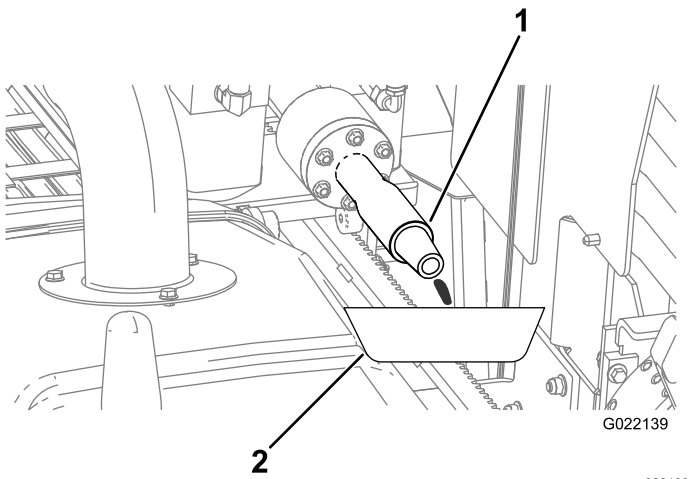

Bild 127
- A. Stellen Sie für entweichendes Frostschutzmittel eine Auffangwanne unter die Bohrspindel (Bild 127).
- E. Wenn das Frostschutzmittel aus der Bohrspindel (Bild 127) austritt, schalten Sie die Pumpe ab.